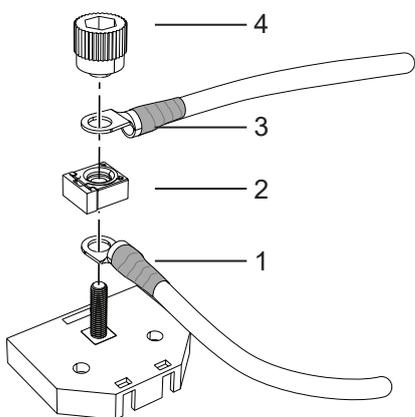
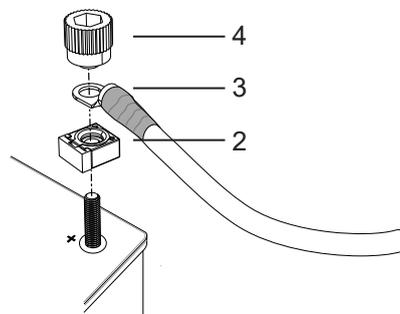

Abb. 84. Anschließen an den Sicherungskasten
Abb. 85. Anschließen an den Pluspol der Batterie
2. Stellen Sie ggf. sicher, dass sich der Kabinenschalter (CS) in der Position AUS befindet.
3. Schließen Sie bei Verwenden eines Sicherungskastens das Kabel (1) an den Pluspol der Batterie sowie an den Sicherungskasten an. Positionieren Sie dann die Sicherung (2) darüber, siehe Abb. 84.
4. Positionieren Sie bei direktem Anschließen an den Pluspol der Batterie die Sicherung (2) auf dem Pluspol, siehe Abb. 85.
5. Schließen Sie das Hauptstromkabel (3) an den Sicherungskasten bzw. den Pluspol an, siehe Abb. 84 – Abb. 85.
6. Schrauben Sie die Kabelanschlüsse und die Sicherung mit dem Drehknauf (4) fest an. Die Kabel werden in einem Winkel von 90° bzw. 180° voneinander montiert. Die Sicherung wird im rechten Winkel zu den Kabeln angebracht, siehe Abb. 84 – Abb. 85.